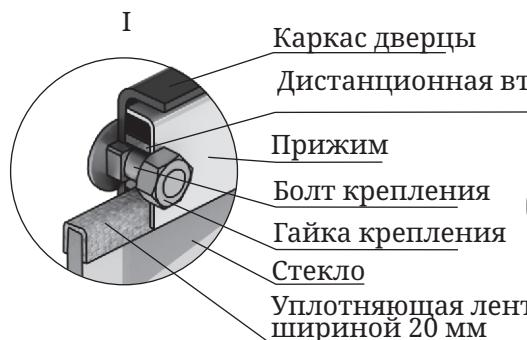

Рисунок 16. Крепление светорозрачного экрана дверцы модели «Витра»
1. Отверните две гайки, фиксирующие прижим (рисунок 16.I), демонтируйте его и дистанционные втулки.
3. Возьмите новое стекло. Если на нем нет уплотняющих лент, наклейте их, лента шириной 20 мм наклеивается сверху и снизу стекла «П» - образно (рисунок 16.I), лента шириной 10 мм наклеивается вертикально, вдоль боковых сторон стекла (рисунок 16.II).
4. Вставьте стекло в упор, при этом лента, наклеенная с боковых сторон (вертикальная) должна быть зажата между стеклом и каркасом дверцы (рисунок 16.II).
Внимание! Гайки, крепящие прижим накручиваются на болты крепления через дистанционные втулки (рисунок 16.I).